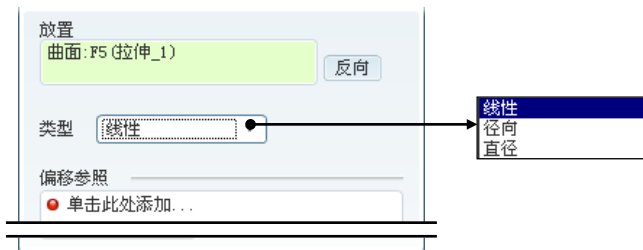
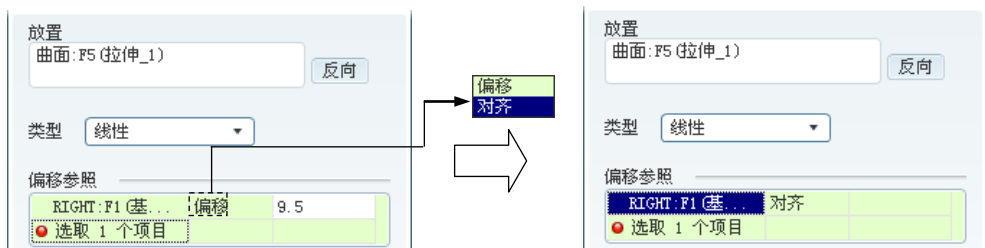
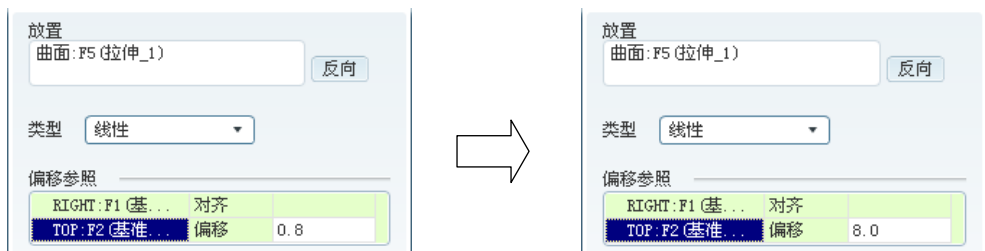

图 5.14.4 “放置”界面
图 5.14.5 定义第一线性参照
图 5.14.6 定义第二线性参照
(2) 定义孔放置的方向。单击图 5.14.2 所示的操控板中的 **放置** 按钮，系统弹出图 5.14.4 所示的界面，单击该界面中的 **反向** 按钮，可改变孔的放置方向（即孔放置在放置参照的那一边）。本例采用系统默认的方向，即孔在实体这一侧。
(4) 定义偏移参照及定位尺寸。单击图 5.14.4 中的 **偏移参照** 下的“单击此处添加...”字符，然后选取 **RIGHT** 基准平面为第一线性参照，将距离设置为 **对齐**，如图 5.14.5 所示；按住 **Ctrl** 键，可选取第二个参照平面 **TOP** 基准平面，在后面的“偏移”文本框中输入到第二线性参照的距离值 8.0，再按 **Enter** 键，如图 5.14.6 所示。